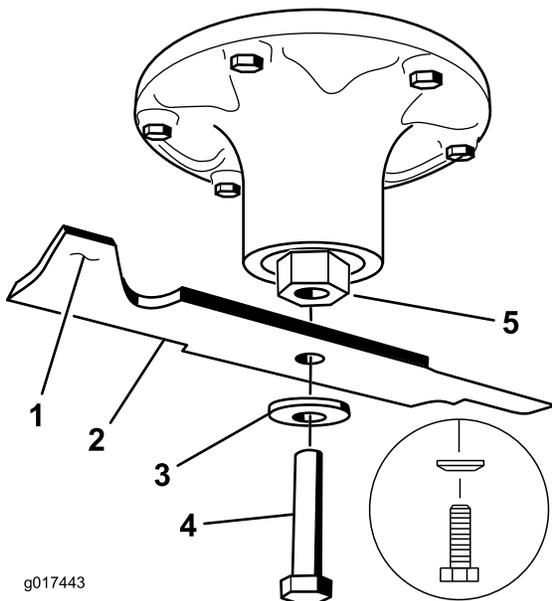

Figura 81
2. Togliete il bullone, la rondella curva e la lama dall'asse del fusello (**Figura 81**).
1. Montate la lama sull'asse del fusello (Figura 81).
2. Montate la rondella curva e il bullone della lama (Figura 81).